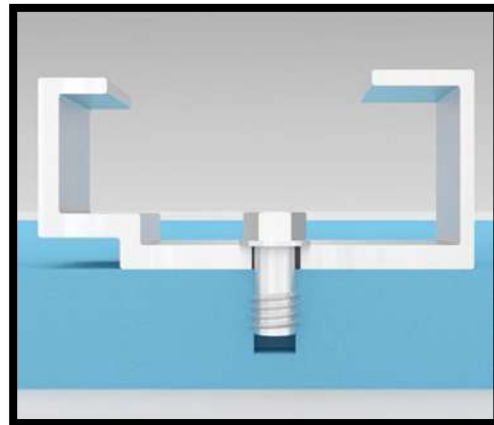

Figure 2
- Placez les braquettes de supports vis-à-vis les trous pré-perçés et à l'aide d'un fusil à rivet sans fil, fixez l'ancrage Cem-Core en appliquant une pression suffisante et constante sur le fusil, la tige de l'ancrage s'enlèvera d'elle-même. **Voir Figure 2**